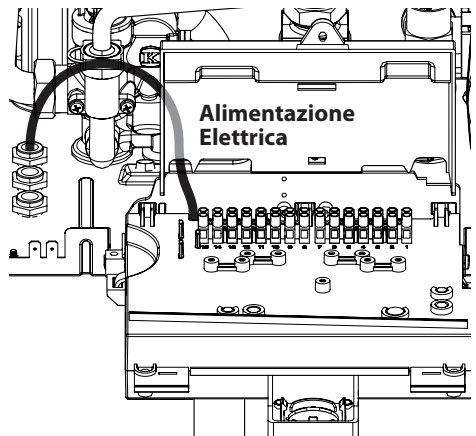

Figura 5.30
- Collegare il cavo di alimentazione elettrica all'interruttore onnipolare rispettando la corrispondenza della linea (filo marrone) e del neutro (filo azzurro) Figura 5.30.